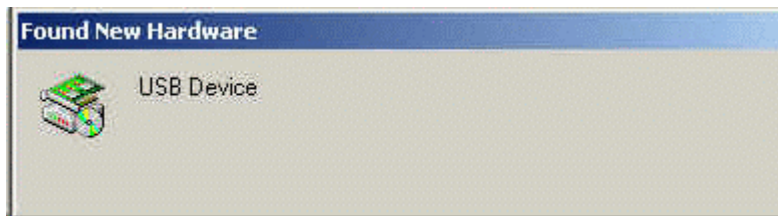

Figura 23 Finestra di impostazione guidata Found New Hardware (Installazione guidata nuovo hardware) in Windows 2000
- 8 Collegare il connettore USB dell'interfaccia USB-GPIB 82357A nella porta USB del computer in uso. Il sistema di rilevazione di nuovi componenti individua l'interfaccia USB-GPIB 82357A e la finestra di impostazione guidata **Found New Hardware (Installazione guidata nuovo hardware)** si apre automaticamente (vedere la Figura 23).